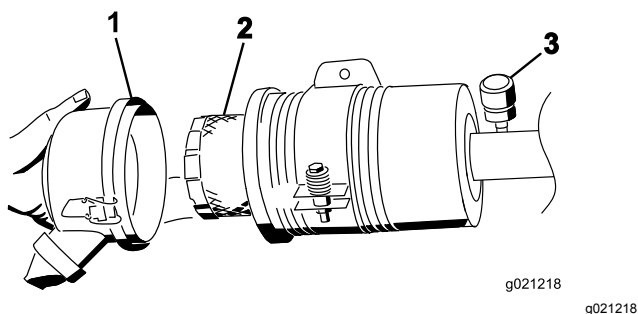

Figura 71
- Togliete il filtro e sostituitelo (Figura 71).